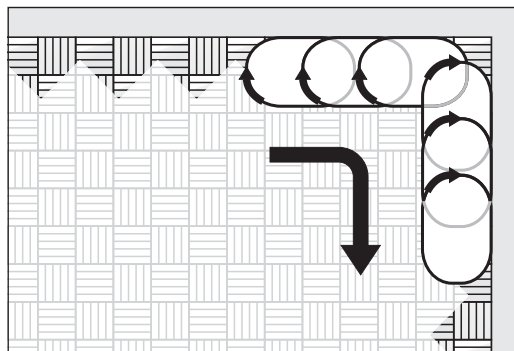

Abb. 14 ELAN mit **kurzem** oder **langem** Vorsatz: Kreisende Bewegungen **im Uhrzeigersinn**!
- Die ELAN mit **kurzem** oder **langem Vorsatz** wird beim Schleifen mit kreisenden Bewegungen **im Uhrzeigersinn** bewegt (Abb. 14)!